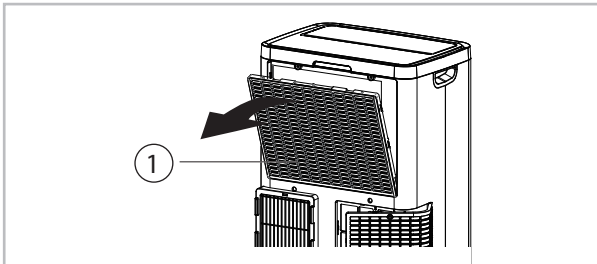

Abb. 16: Filterentnahme
2. ➤ Ziehen Sie den Filter aus dem Gerät (Abb. 16).